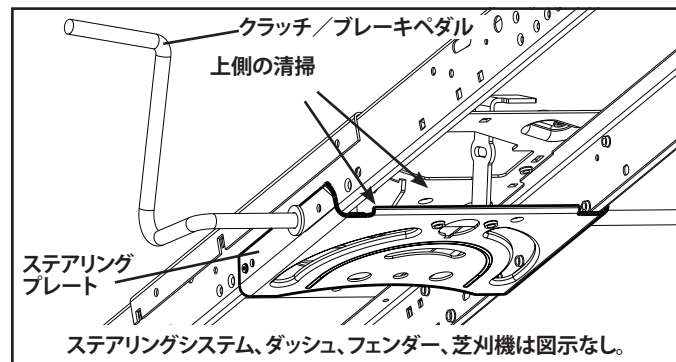

図 20
- ステアリングプレートから異物を取り除いてください。異物によってクラッチ／ブレーキペダルの動きが制限され、ベルトのスリップや駆動のロスが生じるおそれがあります。図 20 を参照してください。